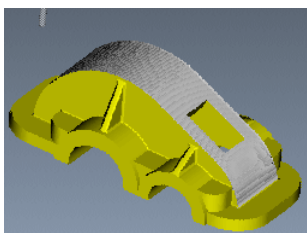

图 10.2.48 NC 检查结果
Step2. 在 ▾ PLAY PATH (播放路径) 菜单中选择 NC Check (NC 检查) 命令，系统弹出“VERICUT 7.1.5 by CGTech”窗口。单击  按钮，观察刀具切割工件的运行情况，仿真结果如图 10.2.48 所示。